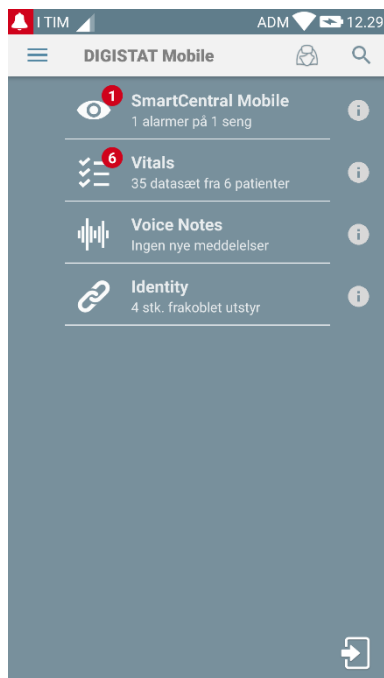
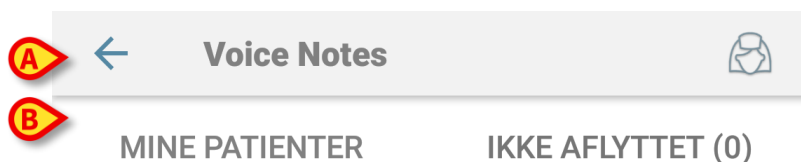

Fig 102
Fig 108
- Berør den respektive række på skærmen i det håndholdte udstyr (Fig 102).
Fig 108 viser overskriften i skærmen med patientlisten.
Berør den venstre pil, som er vist i Fig 108 A, for at forlade modulet og vise skærmen med det håndholdte udstyr (Fig 102). Brug filteret, som er angivet i Fig 108 B, for at vise enten alle de patienter, som er konfigureret på det håndholdte udstyrs domæne (**Alle patienter** eller **Mine patienter**, afhængigt af den aktuelle funktion), eller kun de patienter med talemmeddelelser, som endnu ikke er blevet aflyttet (**Ikke aflyttet**) for den aktuelle bruger, som er logget på.